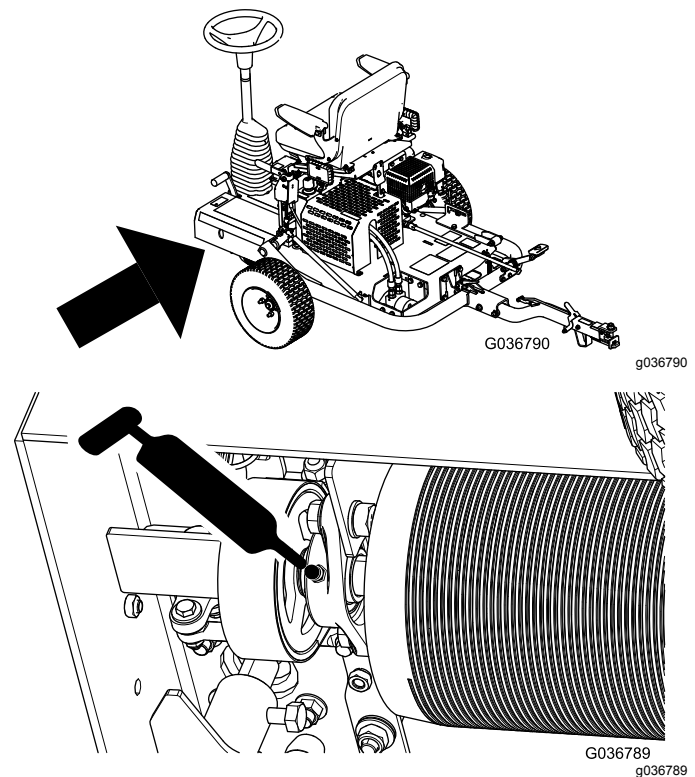

Figura 29
2. Bombee grasa en el punto de engrase, tal y como se muestra en la Figura 29.